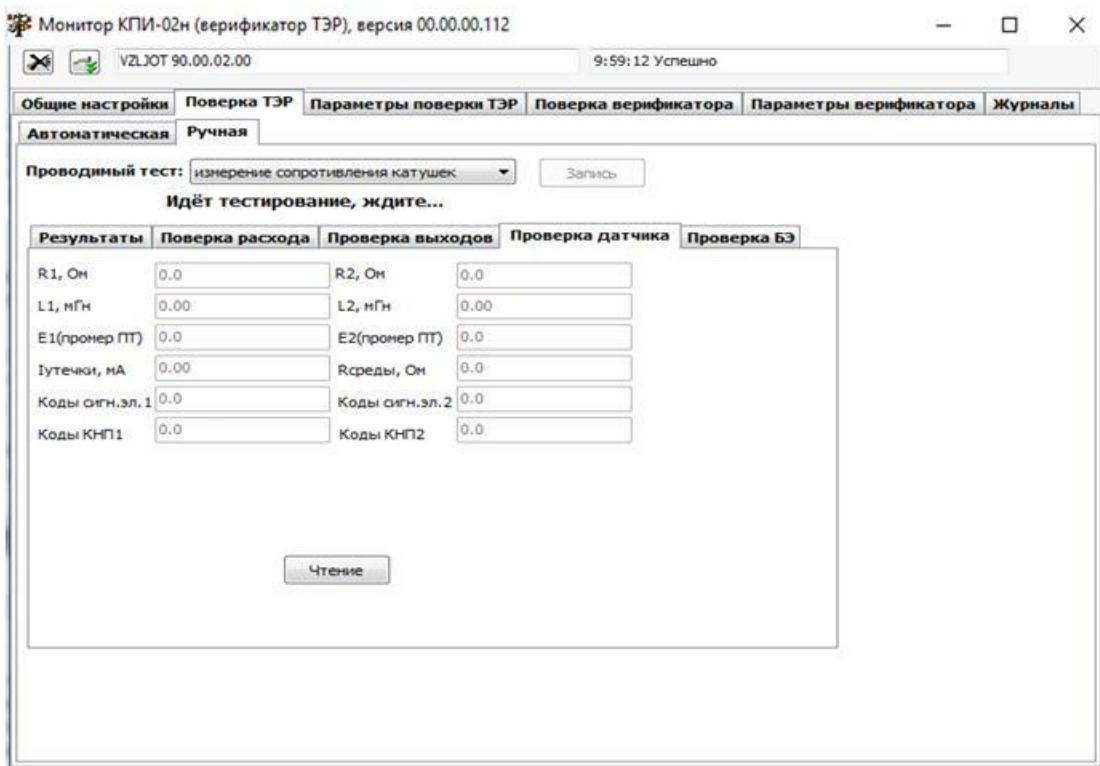

Рис.17. Вкладка «Проверка ТЭР» в ручном режиме.
4.2.4. Проведение поверки ТЭР в ручном режиме при помощи программы «Монитор КПИ-02» проводится аналогично проведению поверки с клавиатуры КПИ. В выпадающем окне **Проводимый тест**: выбирается конкретный вид теста или проверки и нажимается кнопка **Запись**. Ход тестирования сопровождается соответствующим сообщением (рис.17).